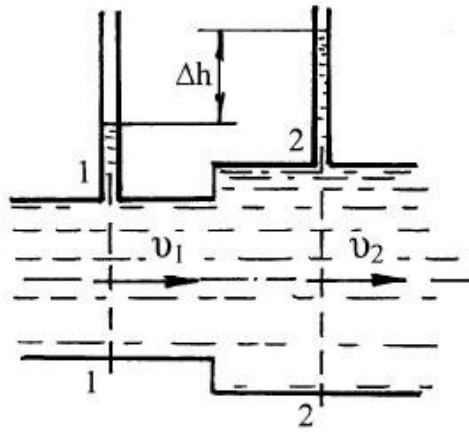

Рисунок 4 - Данные для решения задачи раздела 6
**Задача.** При внезапном расширении трубы от *d* до *D* (рисунок 4) происходит увеличение давления, которому соответствует разность показаний пьезометров  $\Delta h$ . Определить скорости *v1* и *v2* и расход жидкости *Q*. Учесть потери на внезапное расширение. Данные для расчёта приведены в таблице 6.